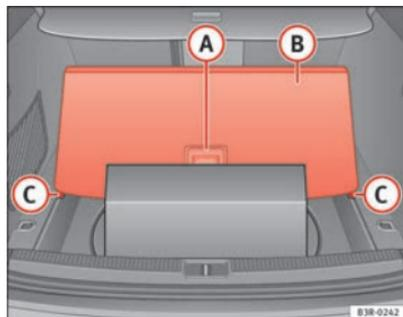

Fig. 124 Superficie de carga levantada
- Tirando del asa **A** ⇒ fig. 124, levante la cubierta de la superficie de carga **B** y haga que los bordes exteriores entren en los rebajes **C**.
- Con ayuda del asa **A** ⇒ fig. 124, pliegue la superficie de carga y desplácela hasta el respaldo.
Los objetos pequeños se pueden guardar también **debajo** de la cubierta **B** ⇒ fig. 124.